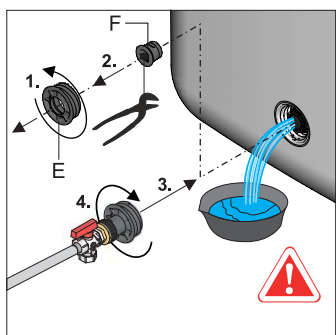

Fig. 6-5 Passos de trabalho 4 + 5
- Na ligação de enchimento e de esvaziamento, desenroscar o elemento roscado (fig. 6-5, item E), bem como remover o tampão (fig. 6-5, item F) e voltar a enroscar imediatamente o elemento de ligação da mangueira (fig. 6-5, item C) pré-montado na ligação de enchimento e de esvaziamento.